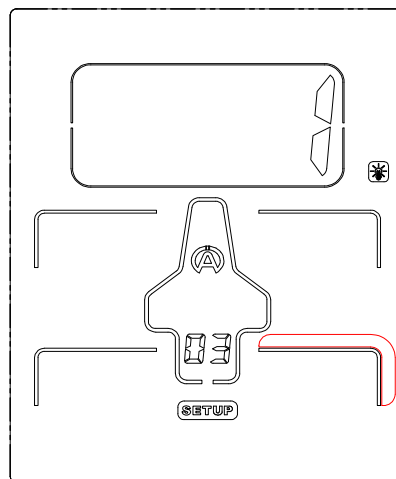

Figura 14
- 4) Pressione o botão central  para confirmar a sua escolha (*figura 14*).